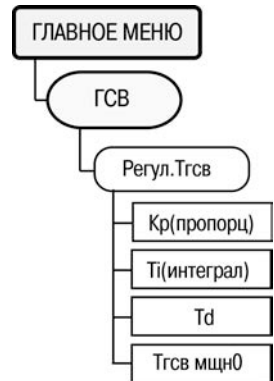

Рисунок 6.20
6.12.13 Для задания параметров, определяющих функционирование регулятора контура ГВС, служит пункт меню //ГВС/Регул.Тгвс (рисунок 6.20). В этой ветви располагаются параметры ПИД-регулятора, используемые при управлении КЗР ГВС с дискретным, либо аналоговым управлением. Коэффициенты могут быть определены автоматически в режиме автонастройки АНР ГВС.